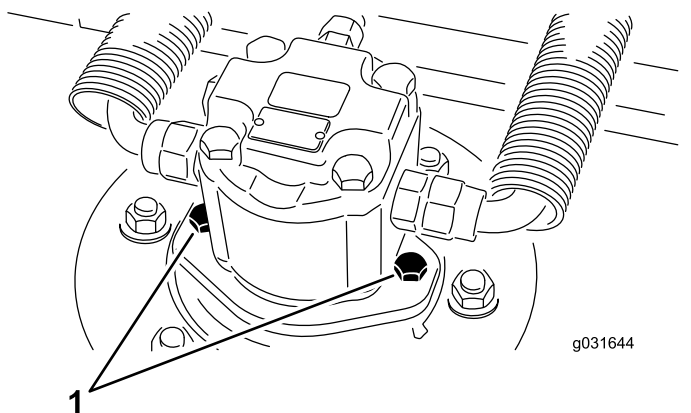

Рисунок 67
2. Выверните крепежные винты гидроцилиндра, отсоедините и снимите гидроцилиндр с деки (Рисунок 67).
4. Установите гидроцилиндр на деку при помощи крепежных винтов (Рисунок 67).